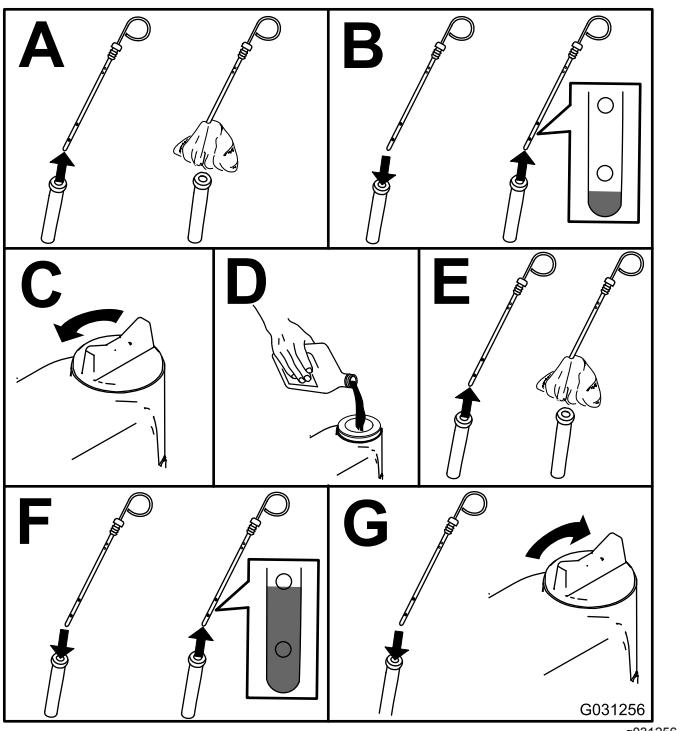

Figure 53
2. Contrôlez le niveau d'huile moteur ; voir Figure 53.